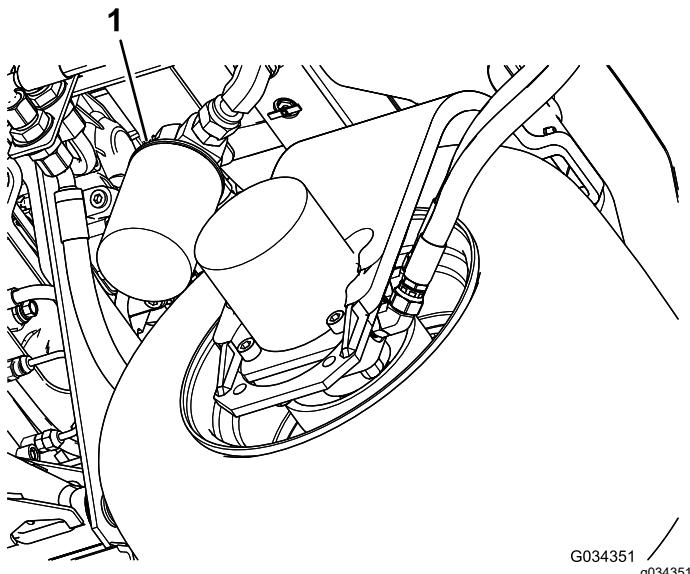

Figura 79
2. Limpe a zona de montagem do filtro. Coloque um recipiente de escoamento debaixo do filtro (Figura 79) e retire o filtro.